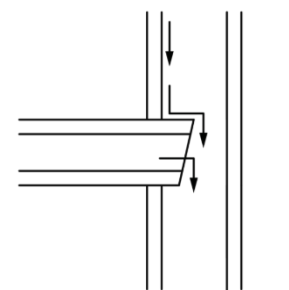

Fig. 4.15
- ③: Inserção do encaixe do tubo (Fig. 4.15)